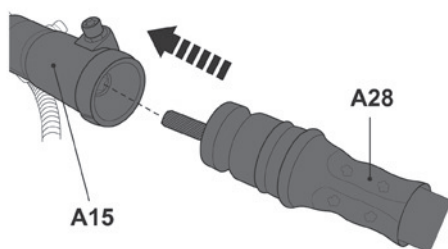

Fig. 4
- > Insira o lado ranhurado do tubo flexível (A28) completamente no cabo superior (A15) (Fig. 4). Certifique-se de que a haste interna encaixa corretamente no conector quadrado.